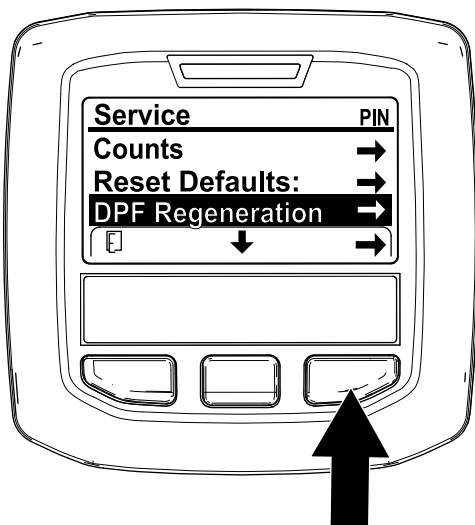

Figura 59
1. Acceda al menú Service (Servicio), pulse el botón central para desplazarse hacia abajo, hasta la opción DPF REGENERATION (Regeneración de DPF) (Figura 59).
2. Pulse el botón derecho para seleccionar la opción DPF Regeneration (Regeneración de DPF) (Figura 59).